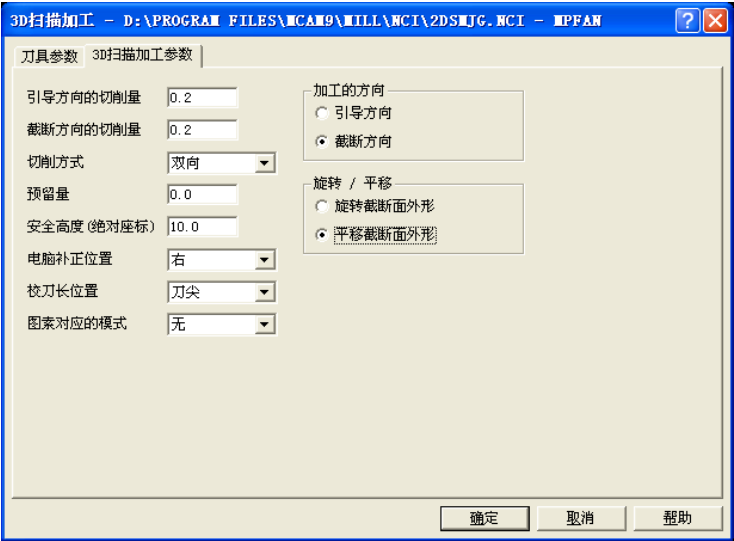
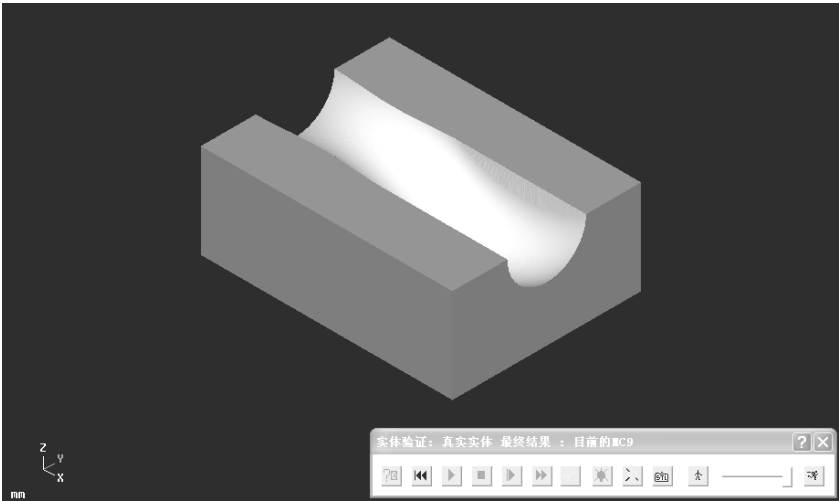

图 1-105 3D 扫描加工参数
图 1-106 3D 扫描加工实体切削验证
3) 在“3D 扫描加工参数”选项卡中设定引导方向的切削量：0.2，截断方向的切削量：0.2，切削方式：双向，预留量：0.0，电脑补正位置：右，加工的方向点选“截断方向”，旋转/平移点选“平移截断面外形”，其余默认，如图 1-105 所示。工作设定 X80 Y60 Z30，工件原点 X0 Y0 Z0，实体切削验证如图 1-106 所示。将本例保存为“3D 扫描加工.mc9”文件。